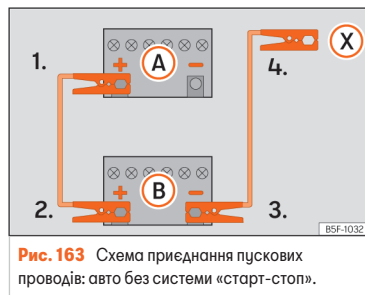

Рис. 163 Схема приєднання пускових проводів: авто без системи «старт-стоп».
4. Автомобілі без системи Старт-Стоп: приєднайте один кінець чорного пускового проводу до мінусової клемми (-) зарядженого акумулятора **(Б)** >>> **рис. 163**.